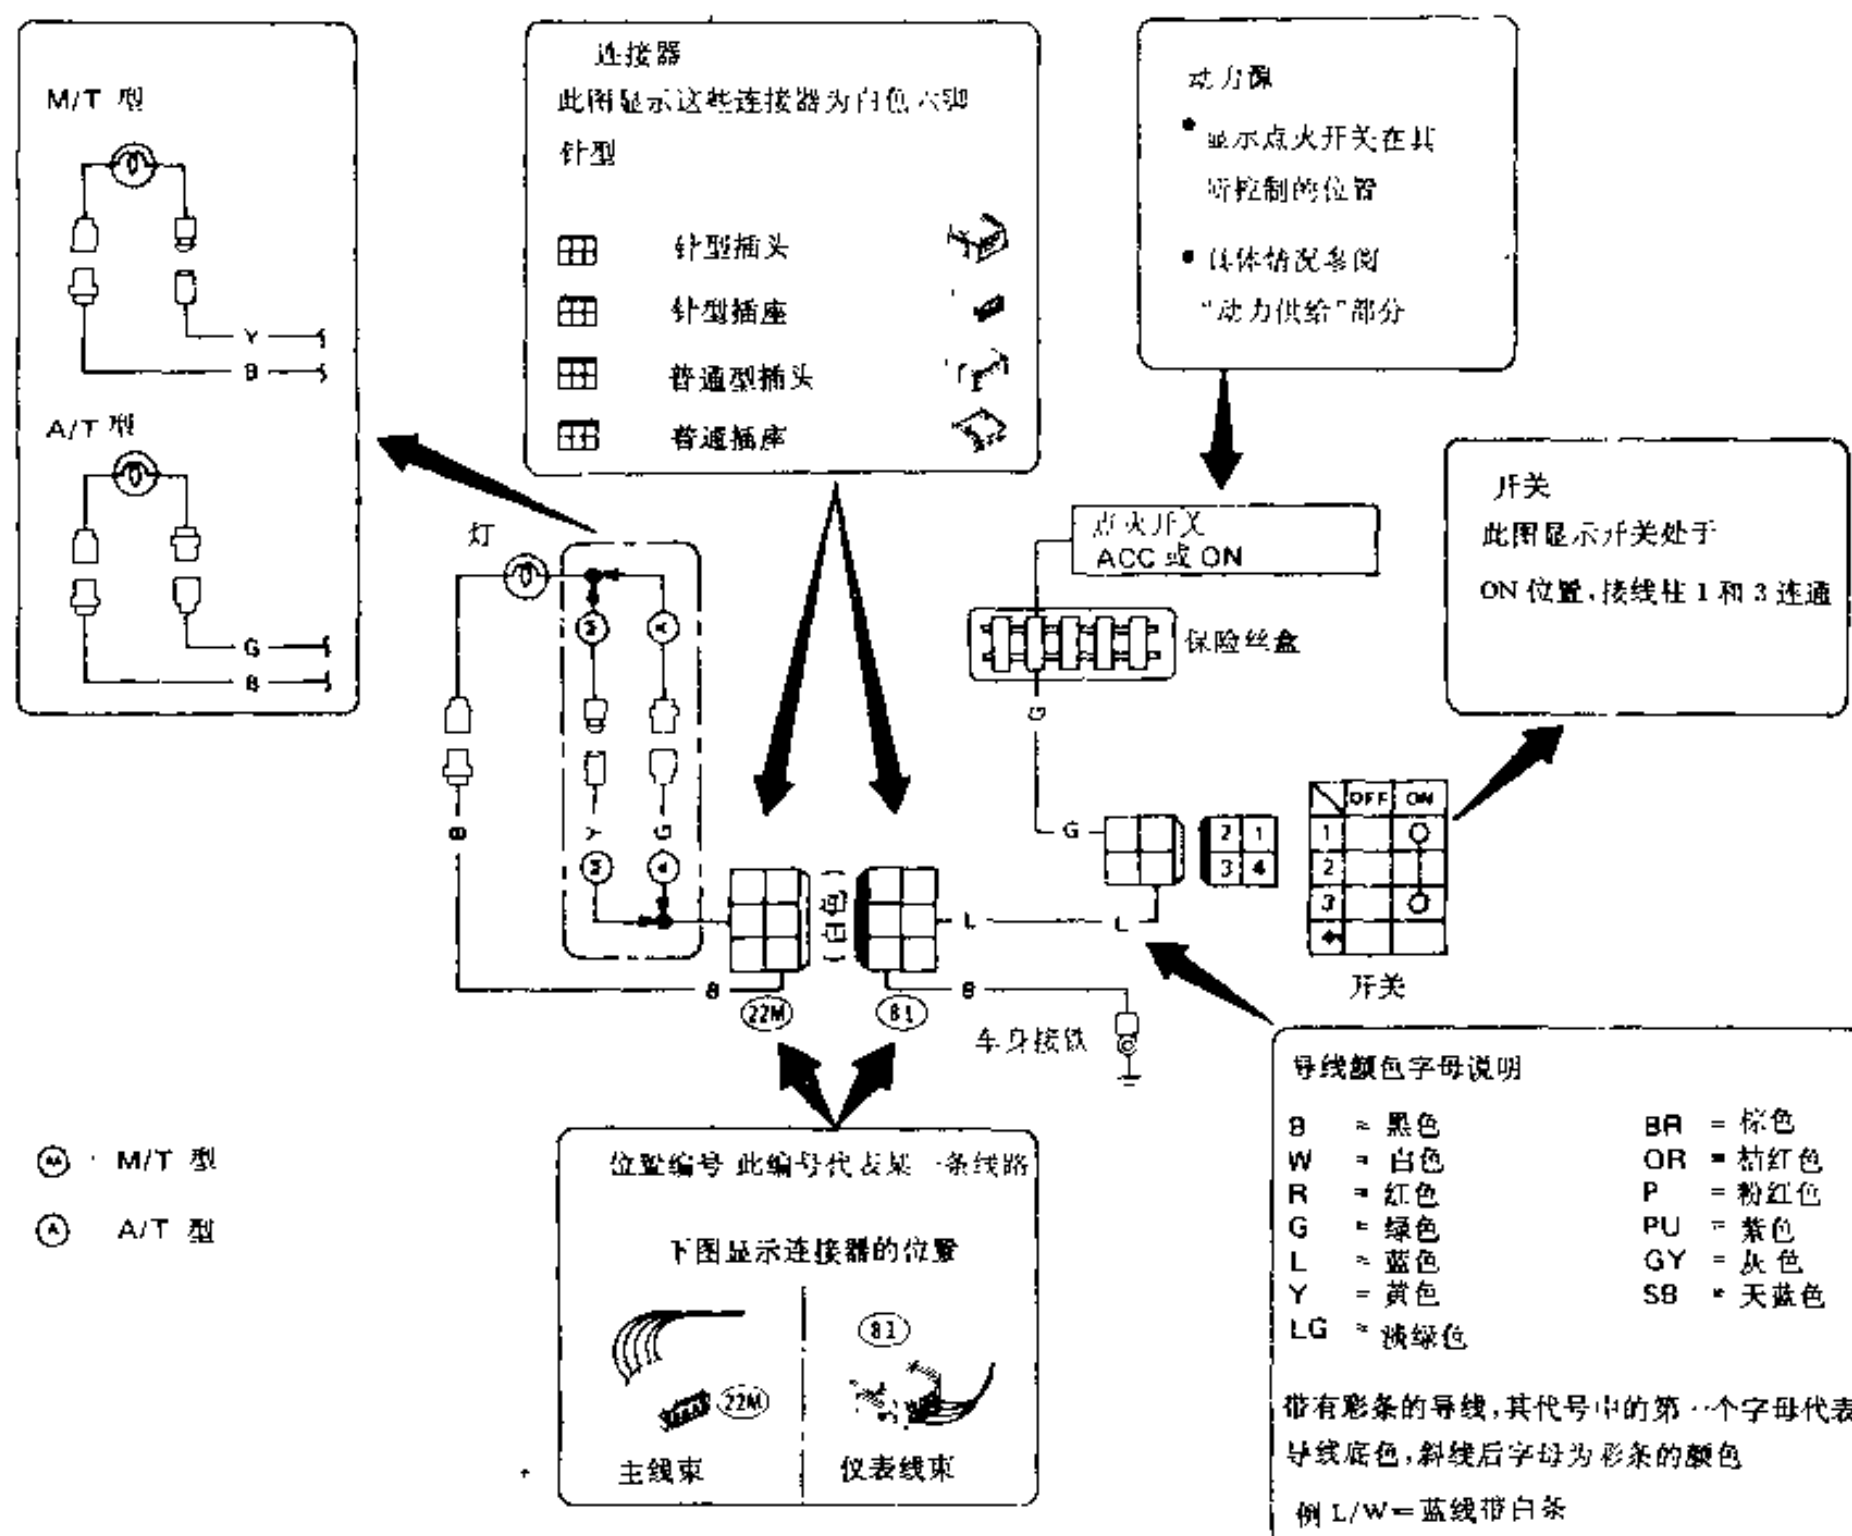

图 1-3
3. 常用的符号和缩写字母等见图 1-3。
5. 线路图中使用的符号说明如图 1-3 所示。